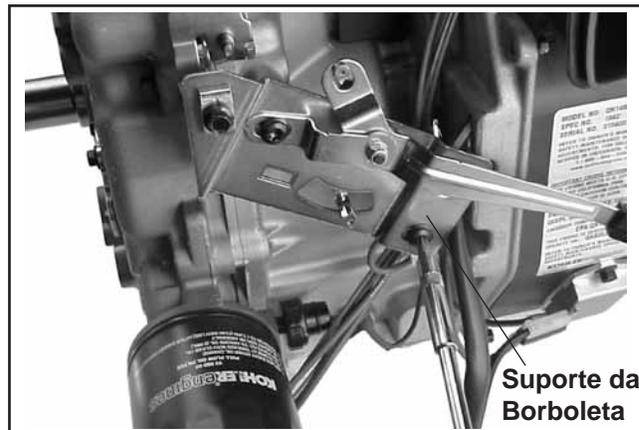

Figura 11-54. Instalar o Suporte da Borboleta.
1. Instale o conjunto do suporte da borboleta no cárter com os dois parafusos de montagem. Se também se tiver fixado um cabo de massa do rectificador-regulador (em modelos com alojamento do ventilador plástico), posicione-o atrás do suporte da borboleta no parafuso inferior. Consulte a Figura 11-54.